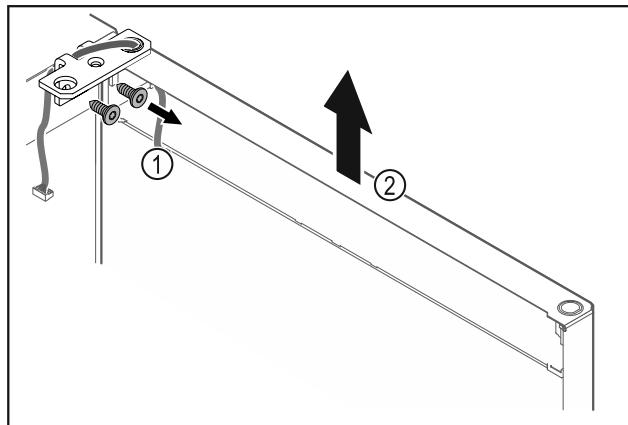

Fig. 27
- Ξεβιδώστε τη γωνία μεντεσέ Fig. 27 (1).
- Σηκώστε την πόρτα μαζί με τη γωνία μεντεσέ Fig. 27 (2) περίπου 200 mm ευθεία προς τα επάνω και αφαιρέστε τη.